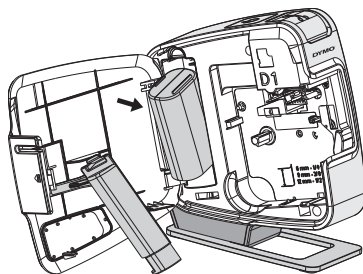

Figure 3
- 2 Retirez le couvercle du compartiment à pile. Voir la Figure 3.